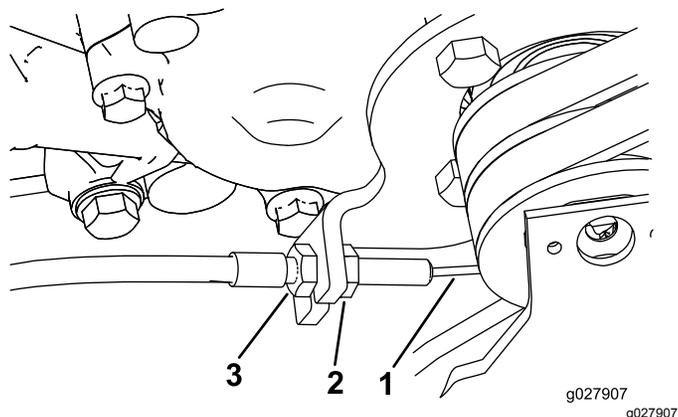

图49
3. 要增加拉线的张力应拧松前拉线锁紧螺母并拧紧后拉线锁紧螺母图49直至达到89N·m的作用力以接合牵引控制装置。